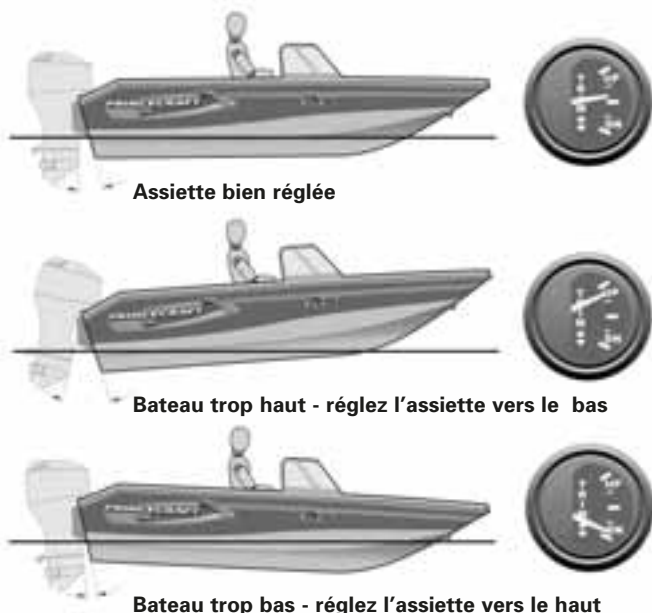

FIGURE 7-3 RÉGLAGE DE L'ASSIETTE
2. L'interrupteur contrôle la position du moteur hors-bord. Le réglage de l'assiette est très important. Avant d'accélérer, rabaissez le moteur hors-bord (figure 7-3 A).
3. Si la proue est trop haute, elle tend à remonter et à redescendre (figure 7-3 B) et elle rebondit à la surface de l'eau. Le moteur est réglé trop haut. Rabaissez-le pour corriger la situation. L'assiette est bien réglée lorsque le bateau cesse de remonter et de redescendre. Si vous êtes un conducteur inexpérimenté ou que vous avez de la difficulté à faire baisser l'avant du bateau, réduisez la vitesse tant que le bateau ne s'est pas stabilisé.
4. Si la proue est chargée, le bateau tend à pencher vers l'avant (figure 7-3 C). Le moteur est réglé trop bas. Relevez-le pour corriger la situation.